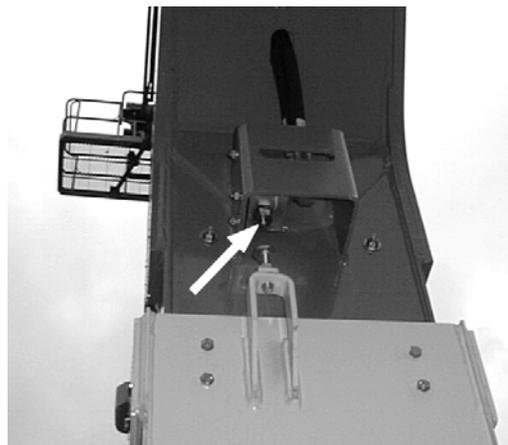

Figure 2-8. Contacteur de fin de course horizontale de la flèche de tourelle
- d. Relever la flèche inférieure de tourelle à fond. Étendre la section terminale de tourelle d'environ un mètre. Vérifier que le plongeur sur le contacteur de fin de course horizontale à l'extrémité de la section inférieure de flèche de tourelle est complètement étendu. Le plongeur est complètement étendu à la Figure 2-8.